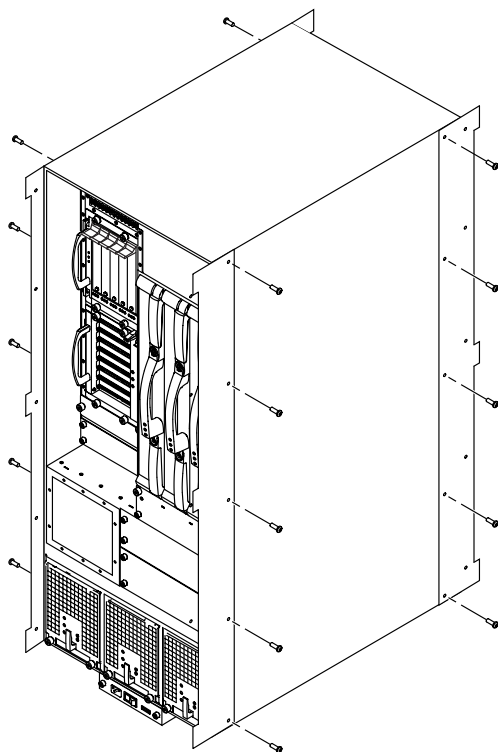

图 1-1 安装 Sun Fire 4810 系统的系统支架
- 图 1-1 安装 Sun Fire 4810 系统的系统支架 1-2
系统支架完全相同，它们可以随意安装在 Sun Fire 4810 系统的任何一侧（图 1-1）。